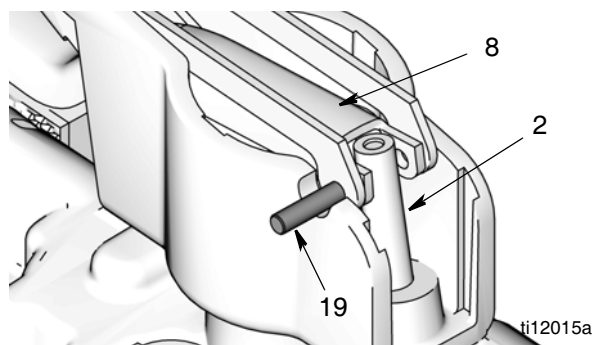

ABB. 44
4. Drehen Sie das Dosierventil um und spannen Sie es in einen Schraubstock ein. Richten Sie die Löcher der Ventilabzugsbaugruppe zu den Löchern der Auslösestange (2) aus. Schieben Sie mit der alten Auslösestange bzw. mit einer Stange aus Nichtmetall oder mit einem Dübel die Auslösestange weit genug durch das Gerätegehäuse (ABB. 44) und bis nach außen, bis Sie das Lagerloch für Stift (19) sehen. **Bauen Sie den Stift aber noch nicht ein.**
5. Installieren Sie die Ventilabzugsbaugruppe (8) (ABB. 44). Drücken Sie Stift (19) durch die Lagerlöcher in den Ventilabzug und in die Auslösestangenbaugruppe hinein.